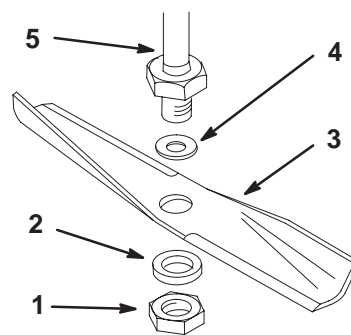

Figura 25
**Nota:** Verificate che la lama e la bulloneria siano montate nelle posizioni riportate nella Figura 25.